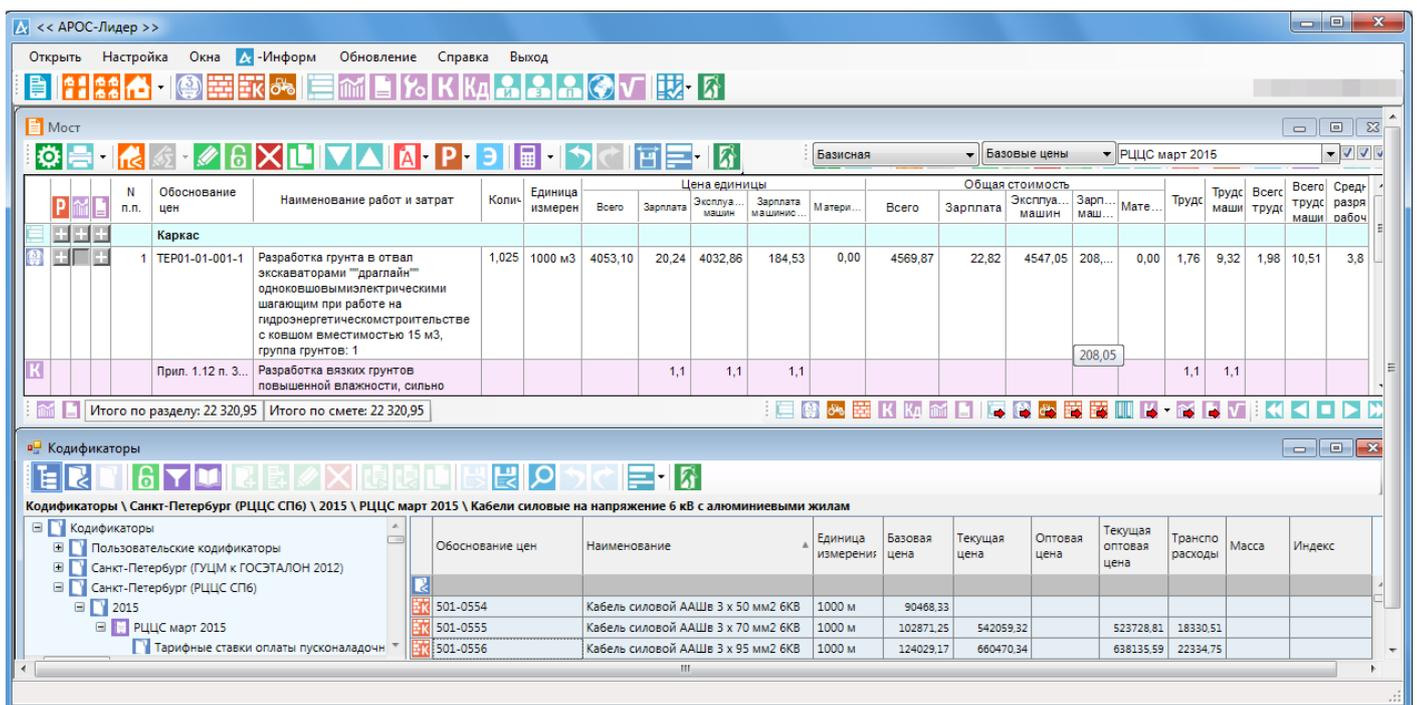

Рис. 4.26. Добавление материала из справочника кодификаторов
- На нижней панели инструментов щелкнуть мышью по кнопке **Добавить материал из справочника кодификаторов**  или из справочника базовых материалов . Ниже окна расценок сметы открывается окно «Справочник базовых материалов» или «Кодификатор» (рис. 4.26).